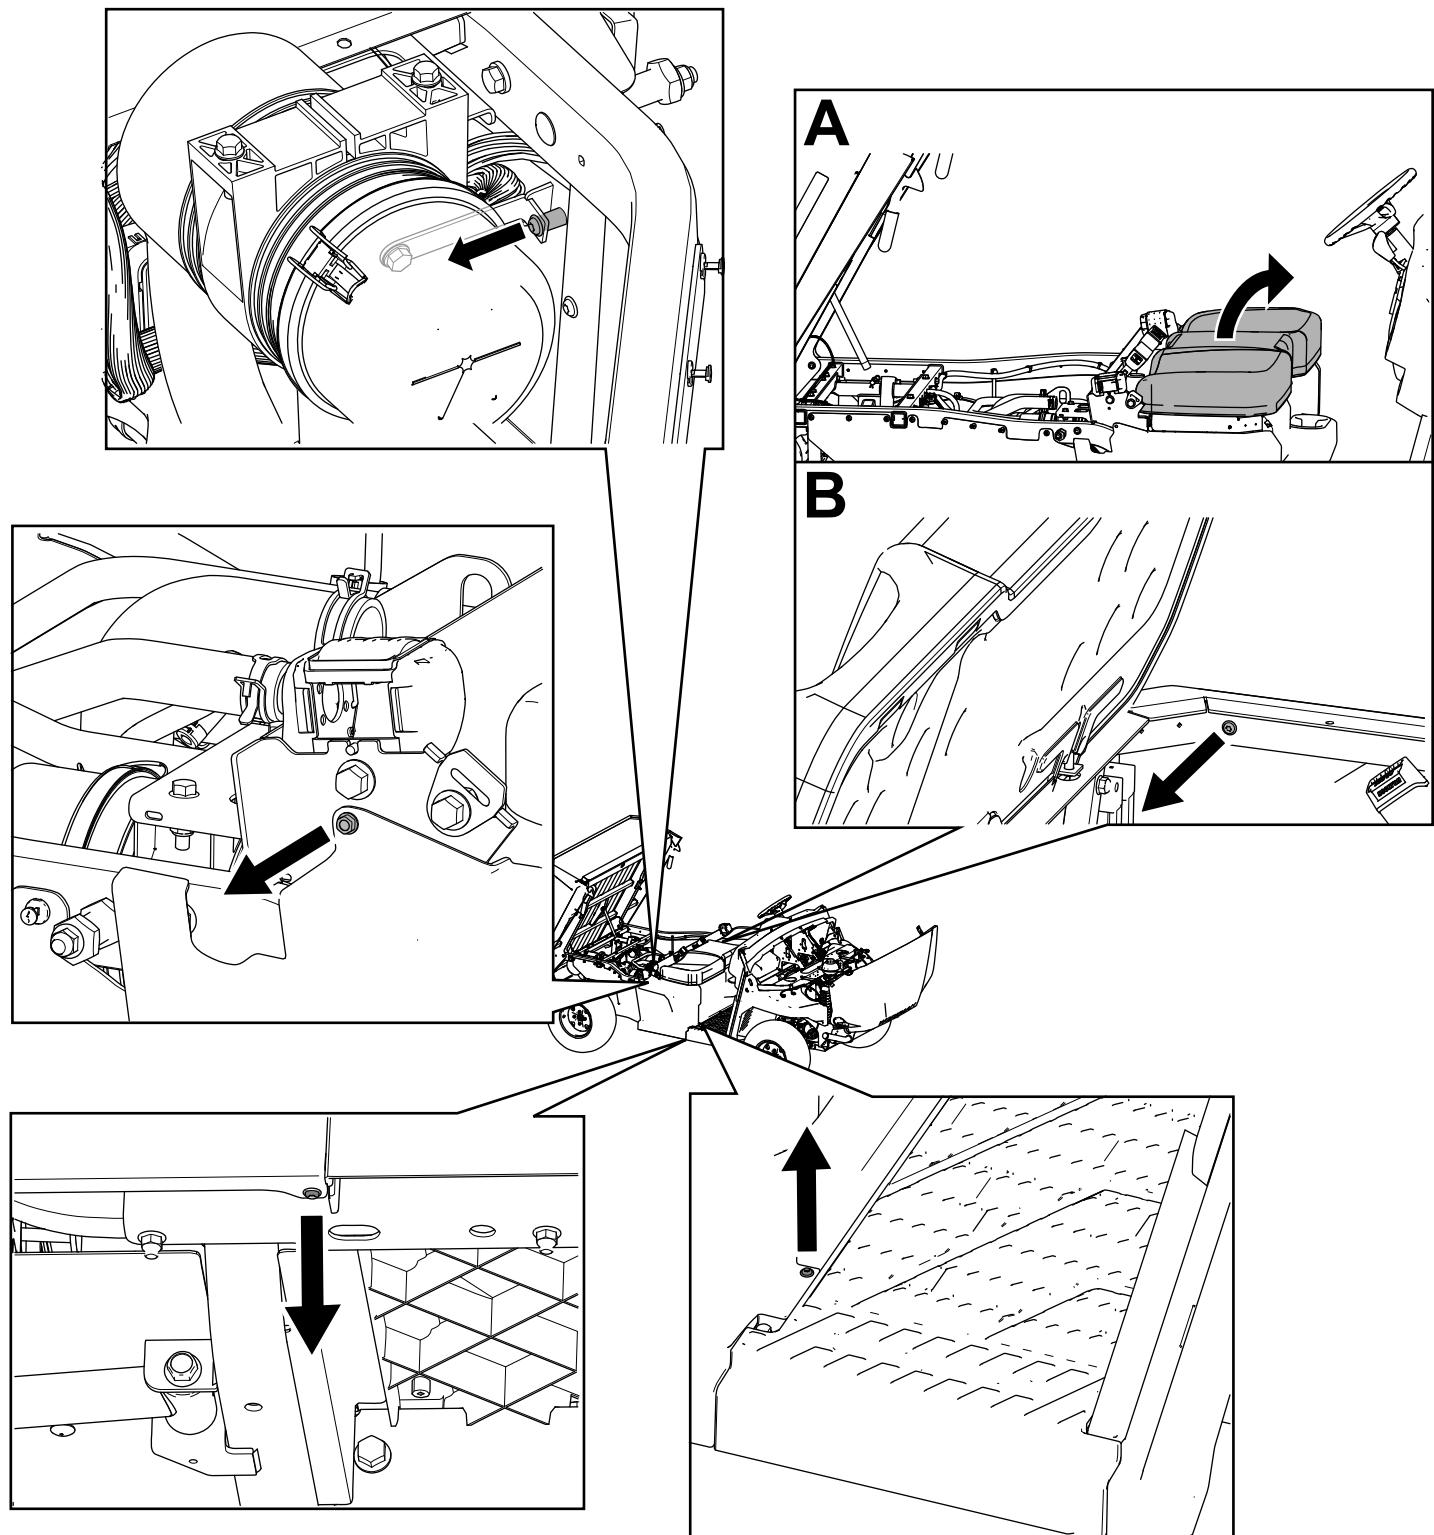

図9
3. 左右のシートベースパネルから、六角ワッシャヘッドボルト $1/4 \times 3/4"$ とT30 torx ヘッドファスナを取り外す図9。